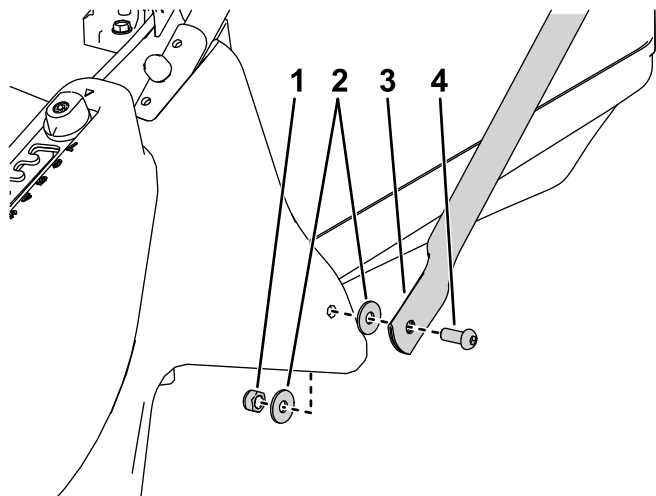

Figure 5
3. Fixez la base des barres de renfort de chaque côté du plateau de coupe en plaçant l'aide d'un boulon court, de rondelles plates à placées l'intérieur et l'extérieur du plateau, et d'un contre-écrou (Figure 5).